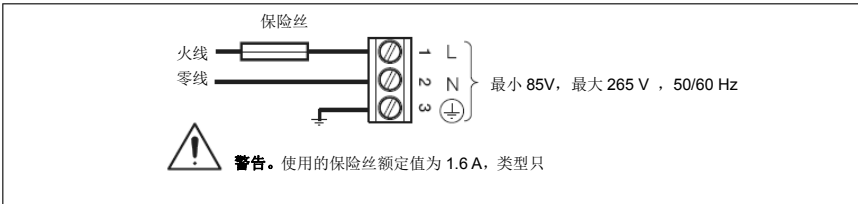

图 4.1 AC 电源连接
- 变送器并未与开关一起安装，因此，在最终设施上必须安装断开装置，例如符合当地安全标准的开关或断路器。必须将其安装在靠近变送器的位置，便于操作员触及，且必须将其明确标记为变送器的断开装置—参见第 9 页图 4.1。